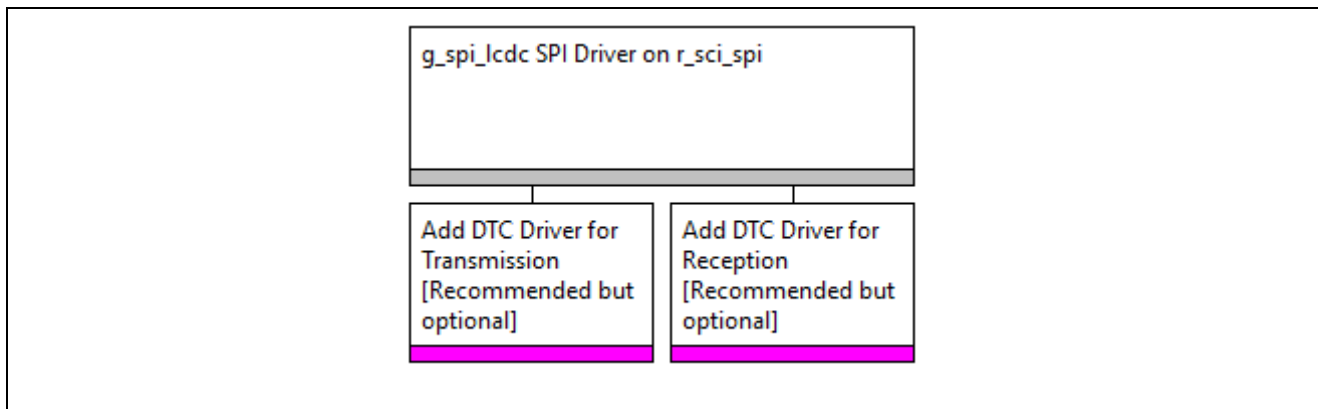

図 4.27 Transfer Drivers Placeholders
27. ドライバの削除の後も、図 4.27 に示すようにドライバ追加用のプレースホルダが残ります。